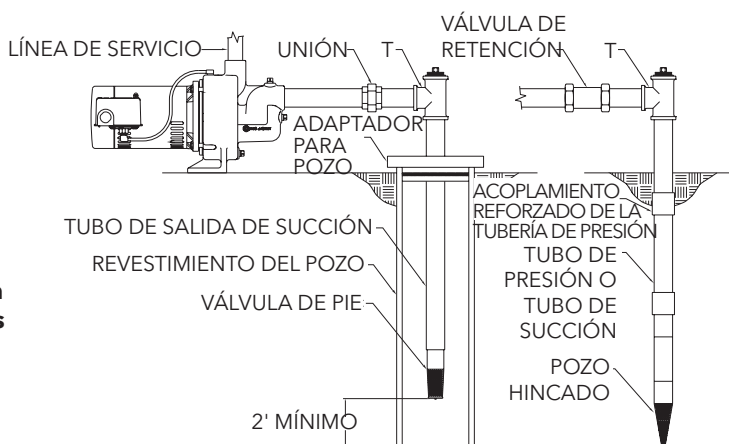

Figura 1: Sistema de pozo poco profundo y sistema de punta de hincado
Los accesorios para la instalación de un pozo poco profundo, tales como válvulas de pie, adaptadores para pozo, acoplamientos, juntas y tuberías se deben adquirir por separado. Su bomba de inyección Red Jacket puede adaptarse horizontalmente para pozos poco profundos o sistemas de punta de hincado (vea la Figura 1).
1. Para asegurar un cebado continuo en un sistema de pozo poco profundo (vea la Figura 1), se debe instalar una válvula de pie. En un sistema de punta de hincado (Figura 1), se debe instalar una válvula de retención tan cerca de la bomba como sea posible. Examine la válvula de pie o la de retención para comprobar que estén limpias y correctamente alojadas.
6. Conecte una T de 1¼" u otro adaptador apropiado en la unión de los tubos de succión horizontal y vertical, tal como se ilustra en la Figura 1. La T se puede usar para limpiar el pozo.